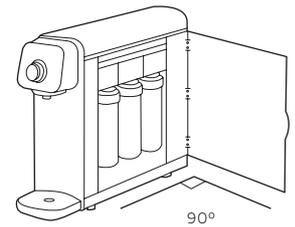

Figura 23.
3. Abre la puerta del Purificador (ver Figura 23).